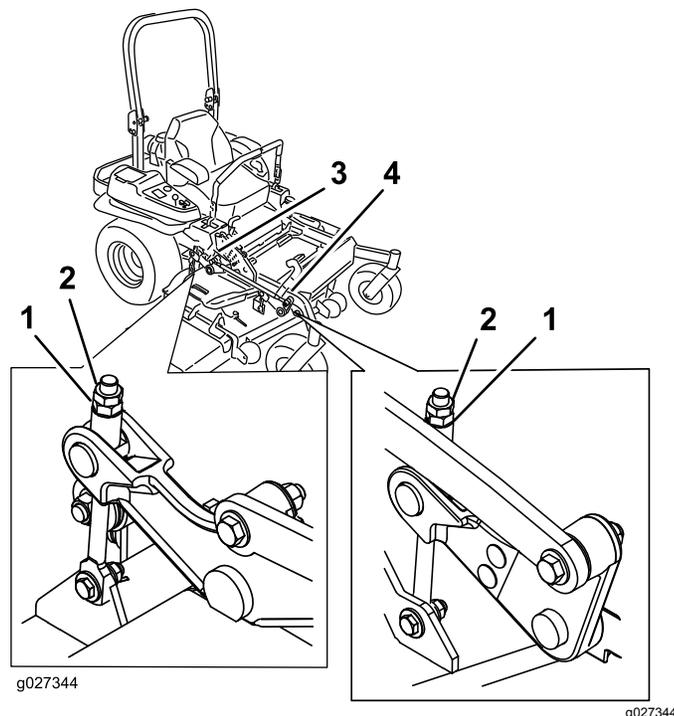

Figura 95
- 10. Mettete a punto il dado di regolazione sul gruppo di sollevamento del piatto di taglio anteriore ruotandolo (Figura 95).